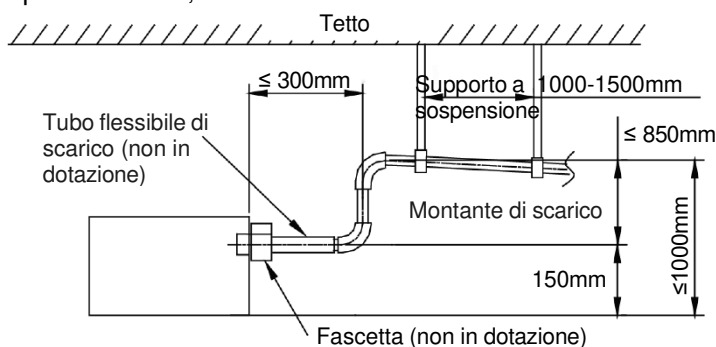

Fig. 4.15
③ : Inserimento del tubo di collegamento (Fig. 4.15)
- (9) L'altezza di installazione del montante di scarico deve essere inferiore a 850 mm. La pendenza del montante rispetto alla direzione di scarico deve essere almeno dell'1%~2%. Se il montante è verticale rispetto all'unità, il dislivello ascendente deve essere inferiore a 800 mm.